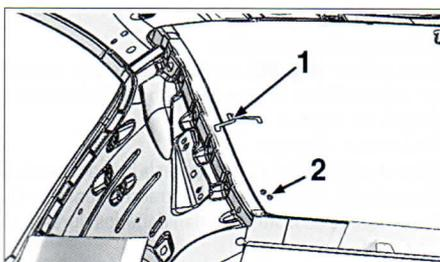
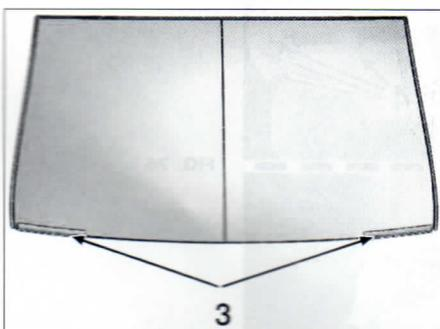

FIG. 82
FIG. 83
- Desconectar (fig. 82):
- el conector de desempañado (1) (en ambos lados).
- el conector (2) (antena radio).
- Desmontar las juntas (3) (fig. 83).